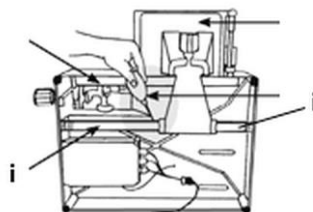

Fig. 16
3. Påfør lidt maskinolie (fig. 16) på begge ender af slædeakslen (i).